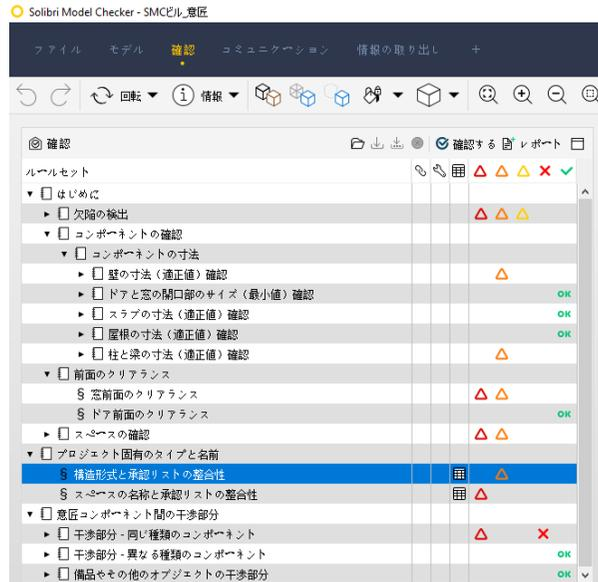

図 45. 確認の結果一覧
- 4) モデルの確認が済むと一覧に各ルールの判定が表示されます。（図 45 を参照）判定の種類は以下のとおりです：